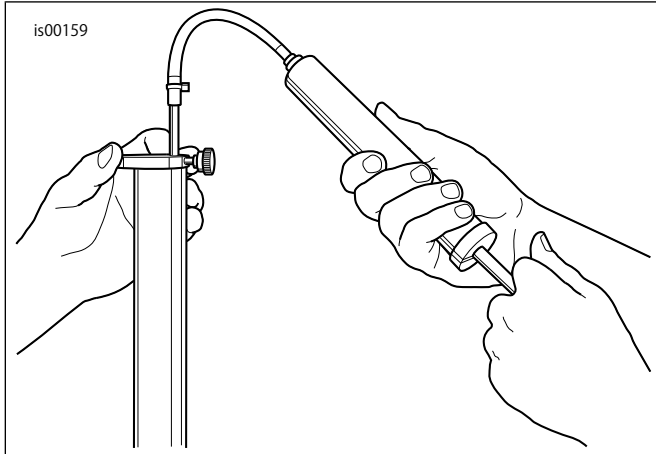

図3。余分なフォークオイルを取り除きます
- d. 「図3」を参照してください。メタルリングがフォークチューブ上に水平になるまで、ロッドをフォークチューブの先端に挿入します。